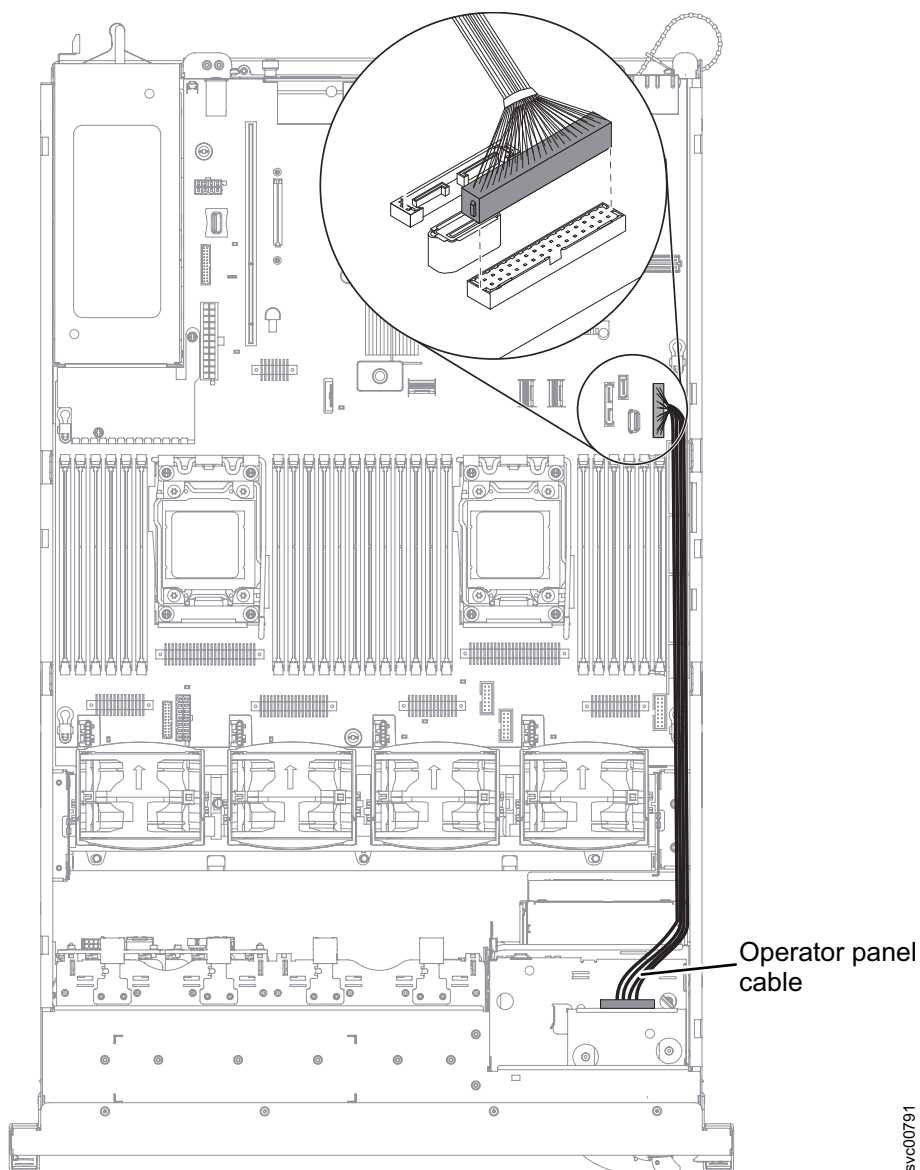

Figura 265. Removendo o cabo do painel de informações do operador do 2145-DH8
3. Remova o cabo do conector no lado direito do nó, conforme mostrado na Figura 265 na página 330.